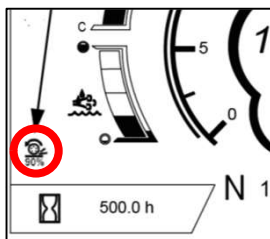

Fig. 2
2. Il valore "rimpull" è mostrato sul display nell'angolo in basso a sinistra, immediatamente sopra l'icona del misuratore delle ore come mostrato nella Fig. 2. Si consiglia di abbassare la percentuale di trazione su terreni morbidi e aumentarla invece su terreni compatti. Mantenere un valore medio (circa 80%) su terreni medio-compatti e in presenza di materiale medio-duro da spostare. Regolare correttamente il rimpull eviterà lo slittamento delle ruote durante la fase di riempimento della benna e garantirà una penetrazione più efficace a regimi motore più bassi.